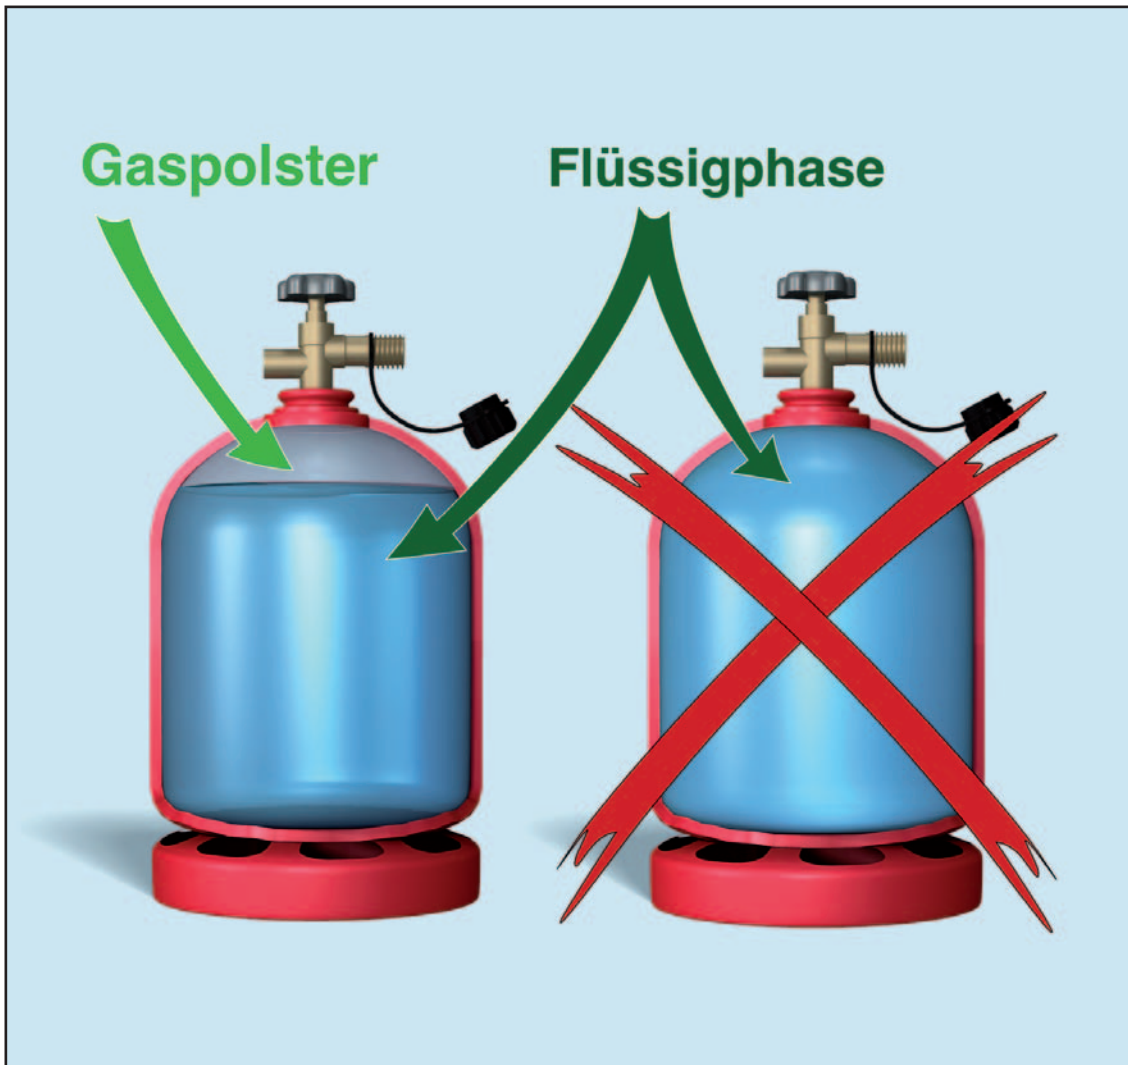

Bild 16:
- Mit dem Temperaturanstieg nimmt auch das Volumen des flüssigen Mediums zu. Zur Sicherheit ist daher immer ein Gaspolster im Flüssiggasbehälter erforderlich (Bild 16).